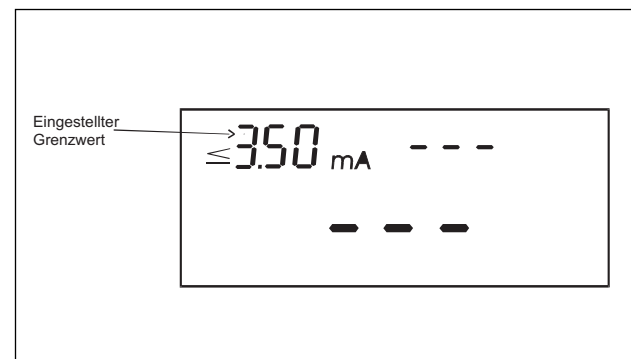

Abb.7.18
- Das Netzkabel des UNITEST MACHINEmaster mit einer funktionsfähigen Netzsteckdose verbinden, das Messgerät einschalten, und den Schalter Messfunktion auf Position I_{EA} stellen. (Siehe Abb. 7.18).